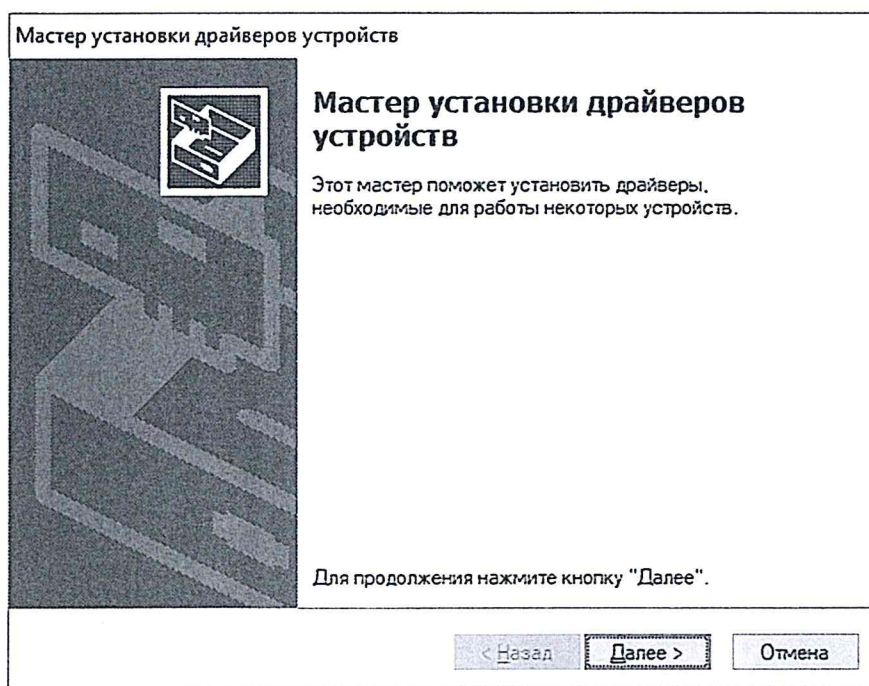

Рисунок 7 – Окно «Мастер установки драйверов устройств».
– перейти в папку «Win8» и запустить файл «dpinst_amd64.exe», после чего откроется окно «Мастера установки драйверов устройств», в котором следует нажать кнопку «Далее >» (рисунок 7);